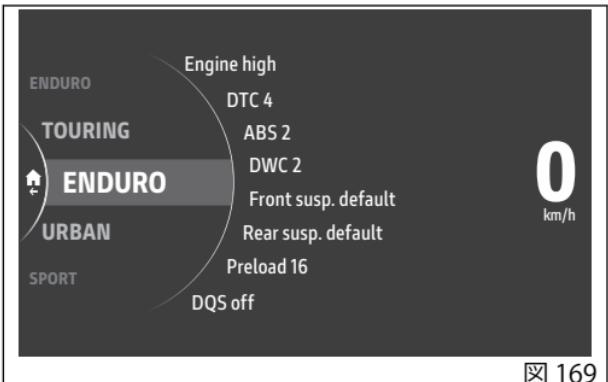

図 169
- 専用画面が表示されます(図 169)。ジョイスティック▲▼を使用して選択可能なライディングモードをスクロールし、各パラメーターと設定値を表示することができます。